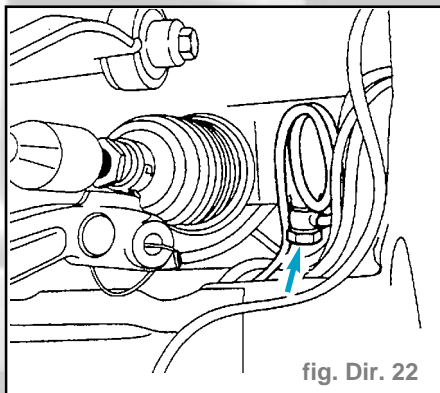

fig. Dir. 22
- Dévisser la vis creuse de flexible de pression (ouverture 19 mm) du mécanisme de direction (fig. Dir. 22).